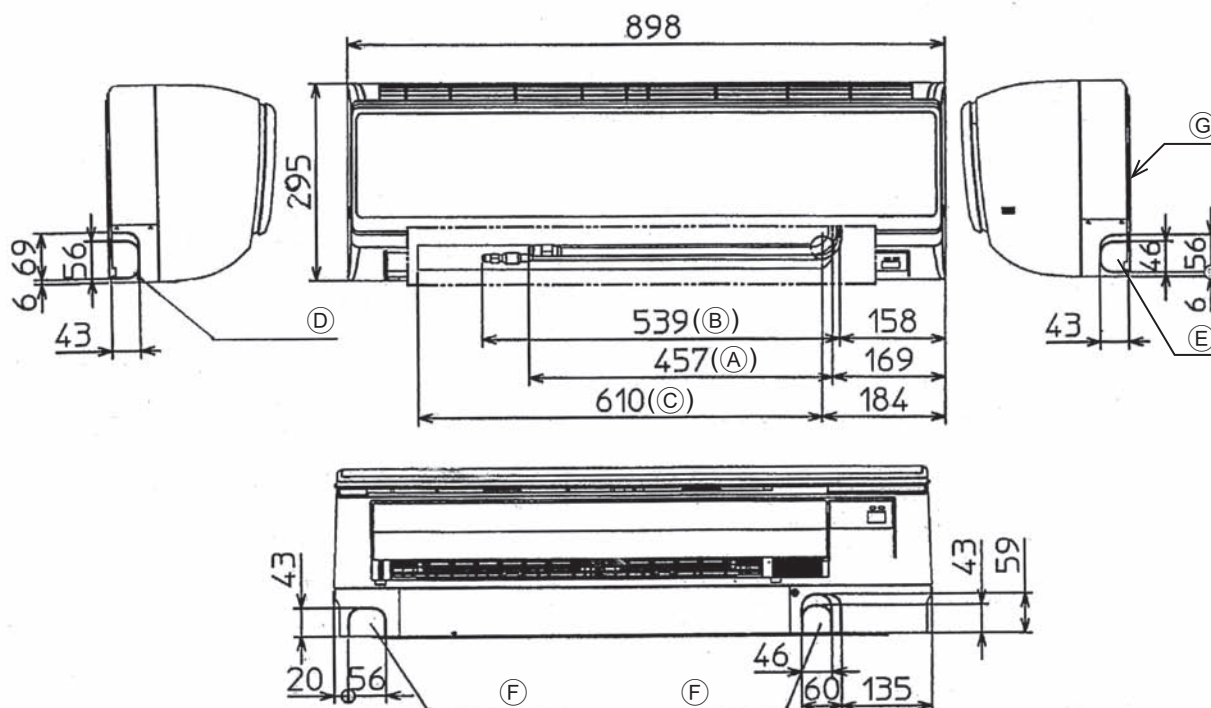

Рис. 4-2
4.2. Выбор расположения труб хладагента и дренажных труб (Рис. 4-2)
- (Ж) Монтажная плита ①